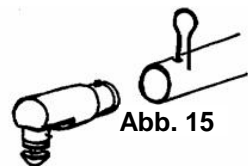

Abb. 15
Schlagrohr heraus. (Abb. 15)
- Drücken Sie mit der Gabel den Arretierbolzen am Ausgangsstück hinein und ziehen Sie mit leichten Drehbewegungen das Ausgangsstück aus dem Schlagrohr heraus. (Abb. 15)